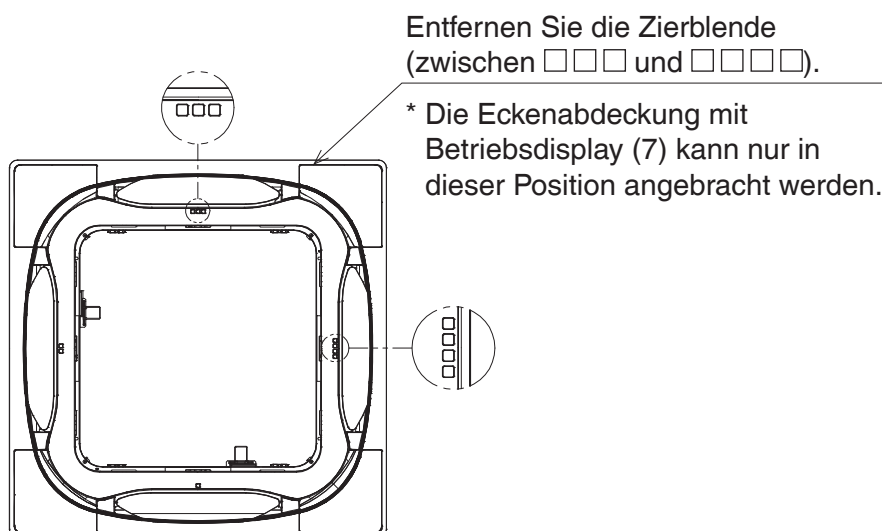

Abbildung 16
2. Entfernen Sie die Zierabdeckung an der Position, die in **Abbildung 16** dargestellt (und mit □□□ und □□□□ gekennzeichnet) ist. (Siehe **Abbildung 16.**) (Die entfernte Zierabdeckung wird nicht mehr benötigt.)